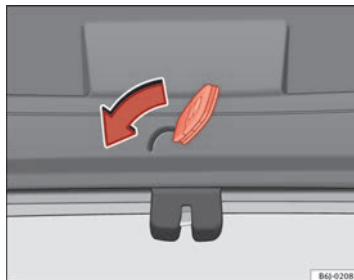

Fig. 50 Portellone posteriore: apertura d'emergenza
- Inserire l'ingegno della chiave nella fessura e sbloccare il dispositivo di chiusura girando la chiave da destra verso sinistra, come indicato dalla freccia ⇒ fig. 50.